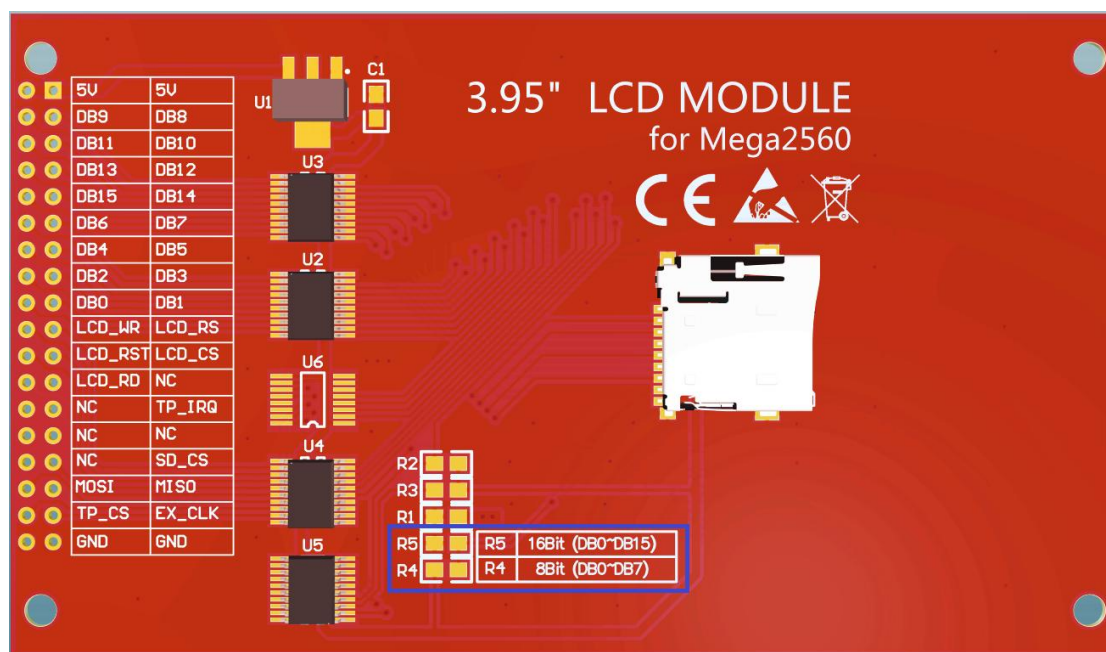

图 1. 模块引脚丝印图
1. 该模块硬件支持8位和16位并口数据总线模式切换（如上面图1中蓝框所示），具体说明如下：